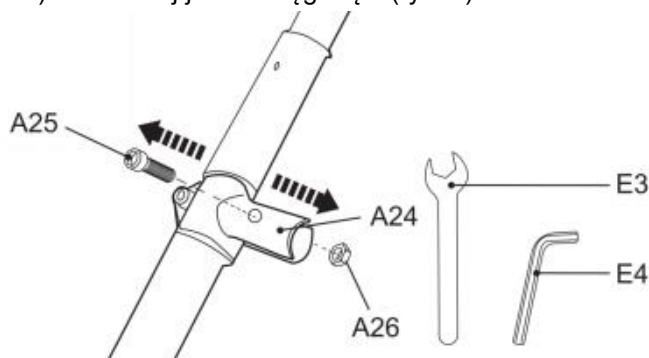

Fig. 1
1. Wyjmij wstępnie zmontowaną śrubę (A25) i nakrętkę (A26) z uchwytu uchwytu (A24) i zachowaj je w zasięgu ręki (rys. 1).